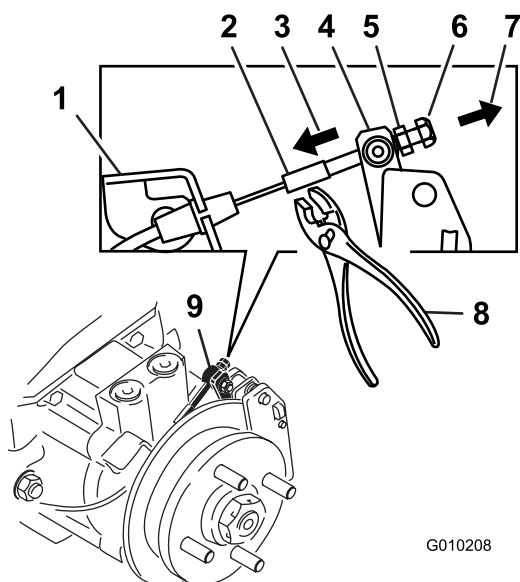

Figura 80
9. Usando las manos y los dedos solamente, empuje la palanca de la pinza hasta que haga tope y las pastillas de freno agarren el rotor (Figura 80).
10. Sujetando la palanca contra del tope, utilice la otra mano o los dedos para tirar del extremo roscado del cable a través del cabezal de giro. Apriete la tuerca estándar a mano contra el cabezal de giro (Figura 80).